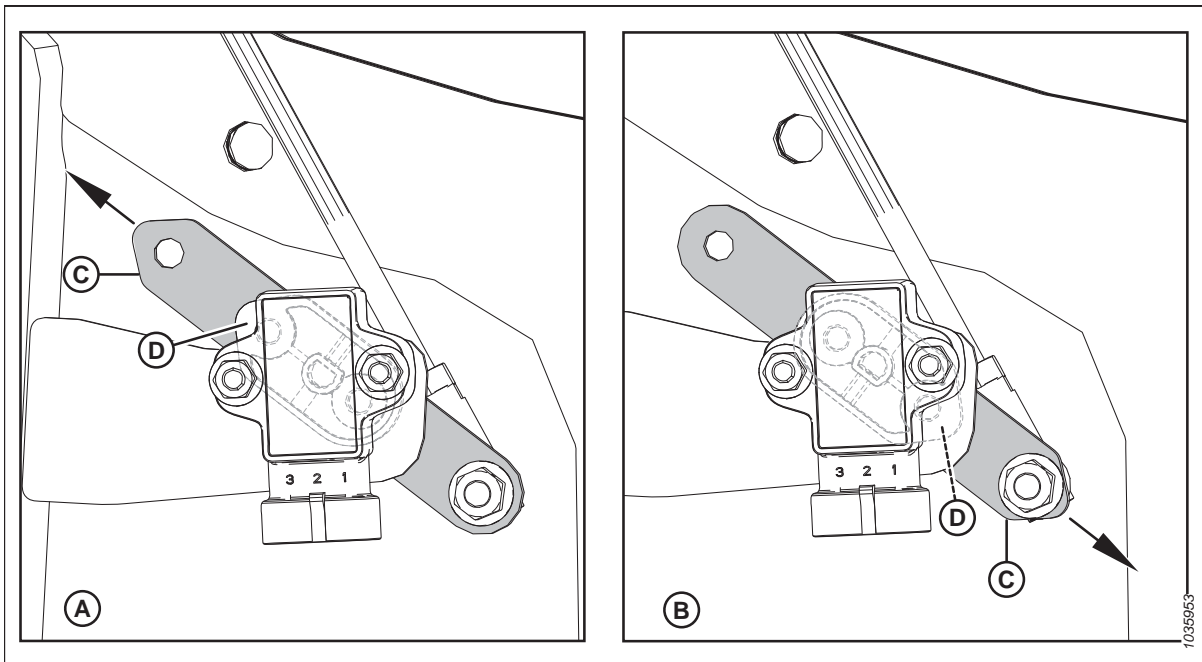

Abbildung 3.362: Konfigurationen Sensorbügel/Sensorzeiger
5. Sicherstellen, dass Sensorbügel (C) und Sensorzeiger (D) ordnungsgemäß für das Schneidwerk konfiguriert sind. Siehe Abbildung 3.362, Seite 258 bzgl. Anweisungen.